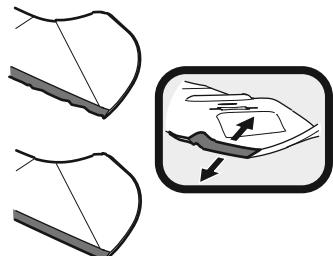

Figure 36
1. Pour aiguiser correctement les lames de coupe, aiguisez les deux tranchants des lames de façon égale, parallèlement à la voile, à un angle de 25 à 30 degrés. Aiguisez toujours chaque lame de coupe de façon égale pour assurer l'équilibre des lames. Voir Figure 36.